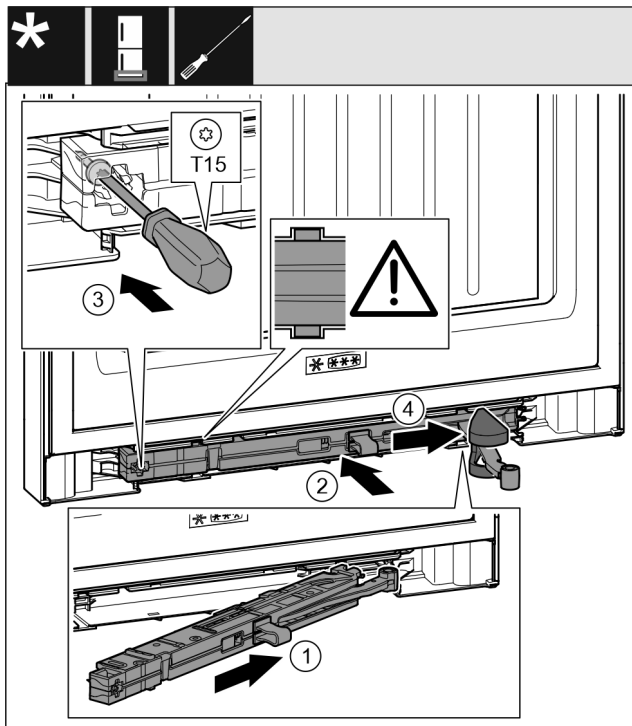

Fig. 66
- ▶ Schließdämpfereinheit Fig. 66 (1) auf der Lagerbockseite bis zum Anschlag schräg in die Aussparung einschieben.
- ▶ Schließdämpfereinheit Fig. 66 (2) vollständig in Aussparung schieben.
- ▶ Schraube Fig. 66 (3) mit einem Schraubendreher festschrauben.
- ▶ Abdeckung Fig. 66 (4) über Gelenk schieben.